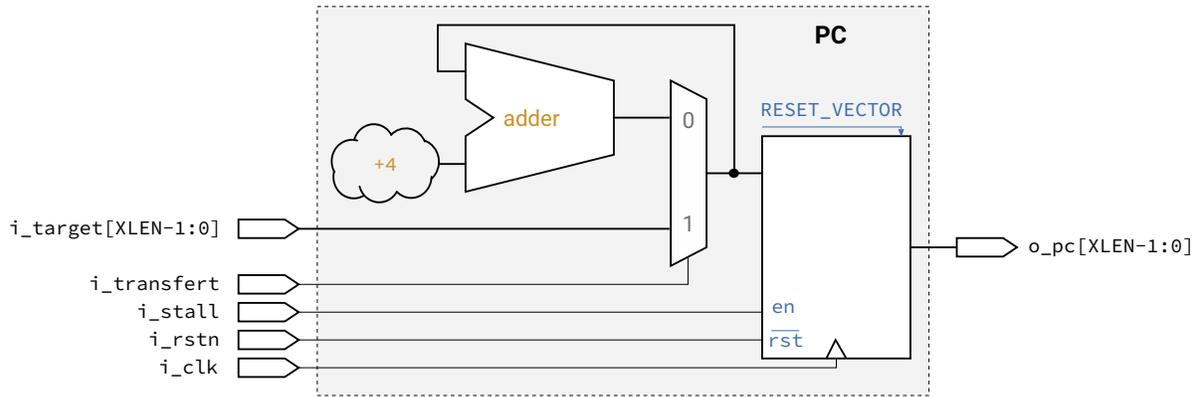

FIGURE 17: Module *Compteur Programme* (PC)
Le rôle du module *Compteur Programme* (PC) dans le *mini-riscv* consiste à gérer le bus d'adresse de la mémoire d'instruction. La sortie du compteur programme pointe toujours vers l'adresse en mémoire de la prochaine instruction à exécuter. Il comporte deux paramètres génériques : `RESET_VECTOR` et `XLEN`. Par défaut, `XLEN = 32`, et `RESET_VECTOR = 16#00000000#`. La FIGURE 17 montre le schéma de principe du *compteur programme*, et la SOURCE 5 montre son interface VHDL.